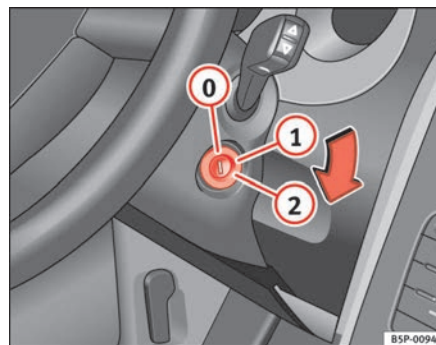

Fig. 136 Posiciones de la llave de contacto
En esta posición ⇒ fig. 136 el encendido y el motor están desconectados pudiéndose bloquear la dirección.
- Gire la llave de contacto hasta la posición ⇒ página 172, fig. 136 **1**. El testigo  se encenderá en caso de precalentamiento del motor.
- Gire la llave de contacto a la posición ⇒ página 172, fig. 136 .